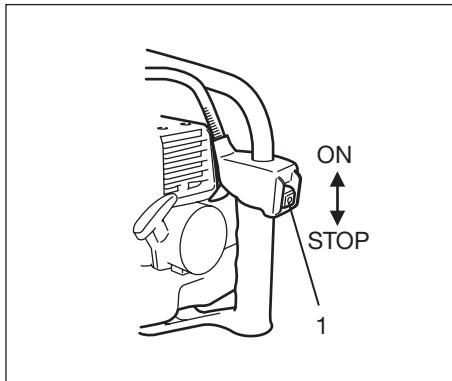

Fig. 2-2
1. Coloque o botão da ignição (1) na posição ON. (Fig. 2-2, 2B)
*Pressione a bomba de enchimento (4) várias vezes, para que o combustível passe pelo reservatório ou tubo de retorno. (opção, não disponível em todos os modelos)